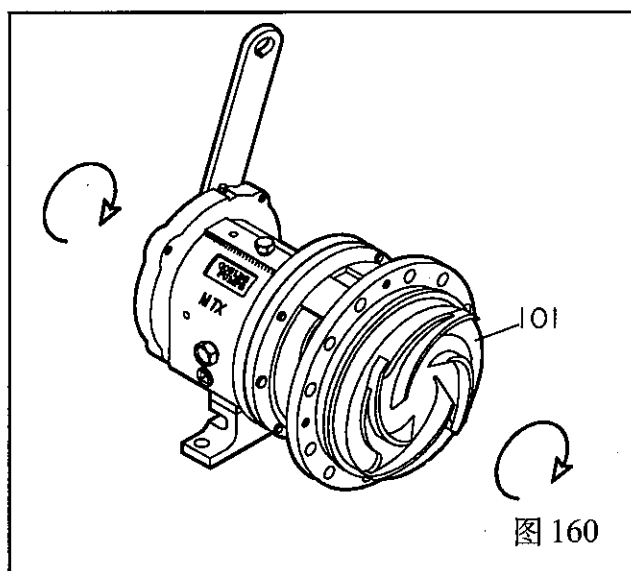

图 160
15. 装上带有新O型圈(412A)的叶轮(101), 把卡轴扳手和键置于轴上。当叶轮(101)与轴套(126)牢固接触后, 从工作台上抬起轴扳手(从叶轮端方向看为反时针方向)并使使劲将扳手向下压(从叶轮端方向看为顺时针方向), 快速地撞击几下, 叶轮(101)将被旋紧。(图160)。